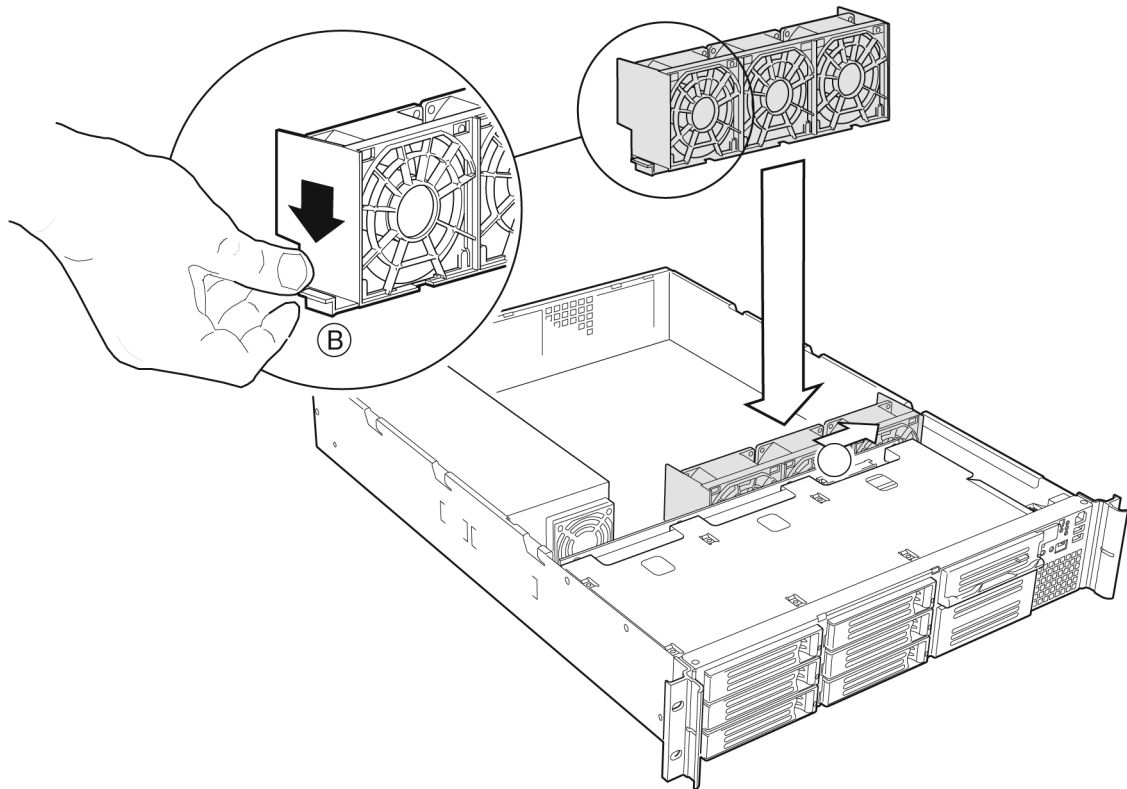

Figure 13. Pose de l'ensemble de ventilation
2. Positionner l'ensemble de ventilation comme illustré à la figure 13 et l'abaisser vers le fond du châssis.
3. Tout en pressant l'ensemble de ventilation, le glisser (A) vers la paroi latérale du châssis.
- Engagement de l'onglet de verrouillage (B) dans le logement du châssis et verrouillage en position de l'ensemble de ventilation.